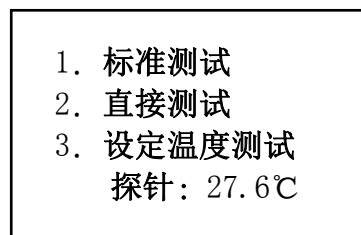
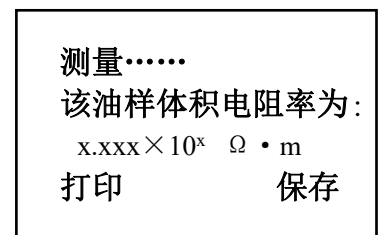

图 3
图 4
(2)选中“电阻率测试”按下确定键，进入测试子菜单，如图 3；
(3)选中图 3 中的一项，按下确定键，在选择样品类型之后，再次按确定键进入测试状态，在达到温度后自动加压（直流 500V）给电极杯充电一分钟后立即测量，结果显示后如图 4 所示。